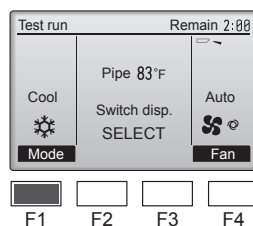

Fig. 7-3
- (1) Pulse el botón [F1] para cambiar el modo de funcionamiento. (Fig. 7-3)